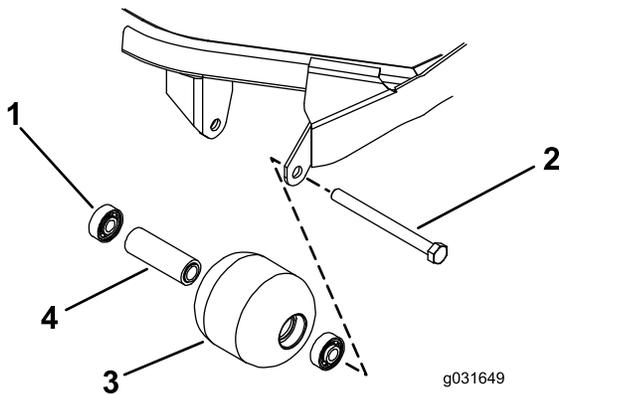

图 75
1. 卸下滚筒安装螺栓 图 75。
4. 检查滚筒壳体、轴承以及轴承隔块是否受损 (图 75)。
1. 仅按住外圈或同时按住内、外圈将第一个轴承按入滚筒壳体 图 75。
2. 插入隔片 图 75。
3. 仅按住外圈或同时按住内、外圈将第二个轴承按入滚筒壳体直至其触及隔块 图 75。